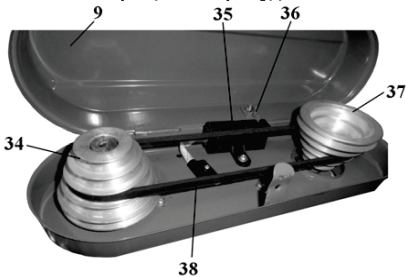
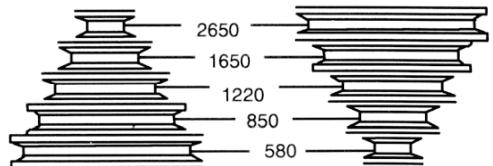
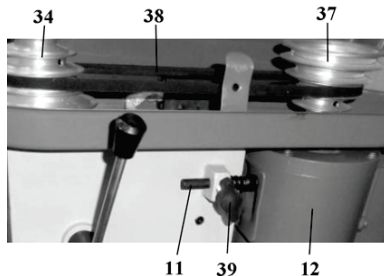

Рис. 8
Рис. 9
Рис. 10
10.8. Скорость вращения шпинделя регулируется изменением положения клинового ремня (38) на ручьях шкивов (34 и 37), Рис.8, 9. Можно установить 5 режимов частоты вращения шпинделя, Рис.9.
Для изменения режима вращения шпинделя предварительно следует ослабить натяжение клинового ремня (38), Рис.8. Для этого необходимо ослабить винт фиксации (39), Рис.10. Переместите электродвигатель (12) со шкивом (37) в направлении шкива (34), так как на оси (11) установлена пружина; положение зафиксируйте винтом фиксации (39), Рис.10. В соответствии с намеченной операцией и согласно таблице 2 и Рис. 9 необходимо установить ремень (38) на ручьях шкивов (34 и 37), Рис.8 -10.